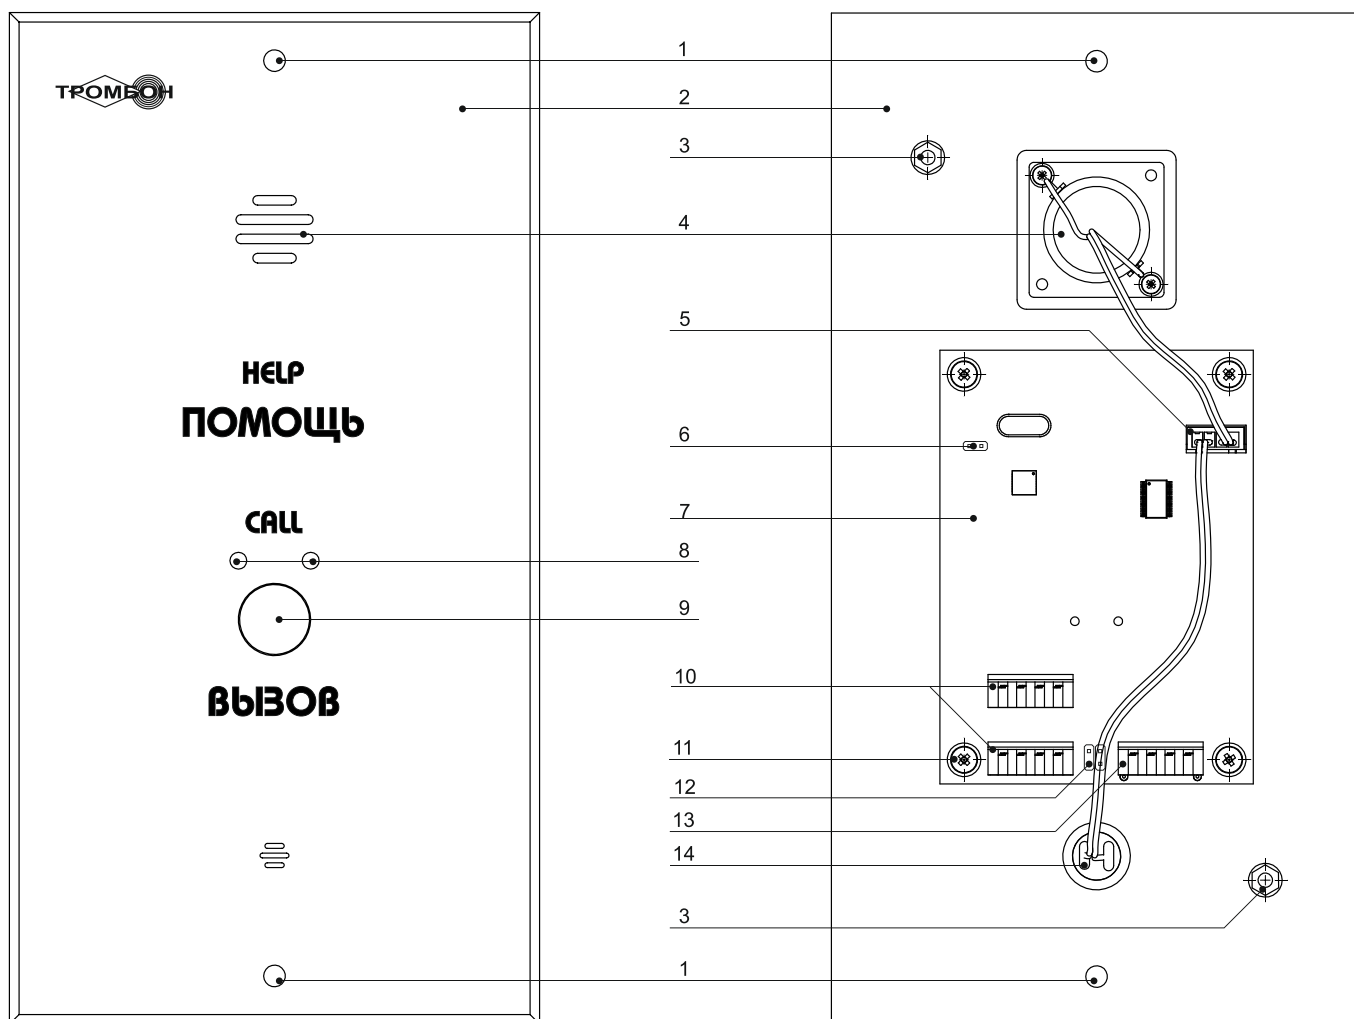

Рис. 1. Внешний вид «Тромбон СОРС-АВУ-В/В1» и вид на АБУ сзади, со снятой крышкой.
2). Снимите крышку АБУ. Подключите к разъемам рис. 1, поз. 10 линии связи с ЛБС и другими АБУ системы. АБУ подключаются к линии связи с ЛБС последовательно, соединений типа «звезда» на одной линии не допускается. Для удобства подключений АБУ имеет два разъема, контакты которых соединены параллельно. К одному разъему подключается линия связи от ЛБС или предыдущего АБУ в линии, ко второму – линия связи со следующим АБУ. Схема подключения указана в приложении 2.
3). Подключите оплетки линий связи, подходящей от ЛБС и исходящей к следующему АБУ, под винт рис. 1 поз. 11 (допускается подключение оплеток линий связи под винт крепления крышки рис. 1 поз. 3).
4). Включите согласующие резисторы у последних АБУ в каждой линии. Включение резистора выполняется перестановкой перемычки рис. 1, поз. 12 на левую пару контактов.
5). Подключите к разъему рис. 1, поз. 13 устройства помощи МГН. Схема подключения представлена в приложении 3.
6). Подключите кабель от микрофона и динамика к разъему на плате АВУ, см. рис. 1, поз. 5.
7). Наденьте на стойки, см. рис. 1, поз. 3 крышку АВУ. Подключите к одной из стоек экранирующие оплетки кабеля линий связи (если ранее не подключили к винту поз. 3). Закрепите крышку АВУ профильными гайками.
При изменении конфигурации системы или установке в систему ранее использованного АБУ, необходимо выполнить смену его адреса на заводской (по умолчанию). Только после этого возможно запрограммировать это АБУ в систему. Для смены адреса на заводской необходимо на клеммы АБУ рис. 1 поз. 3 установить перемычку, после этого подать питание на АБУ. Адрес АБУ будет заменен на заводской. После этого необходимо снять перемычку и запрограммировать АБУ в систему.